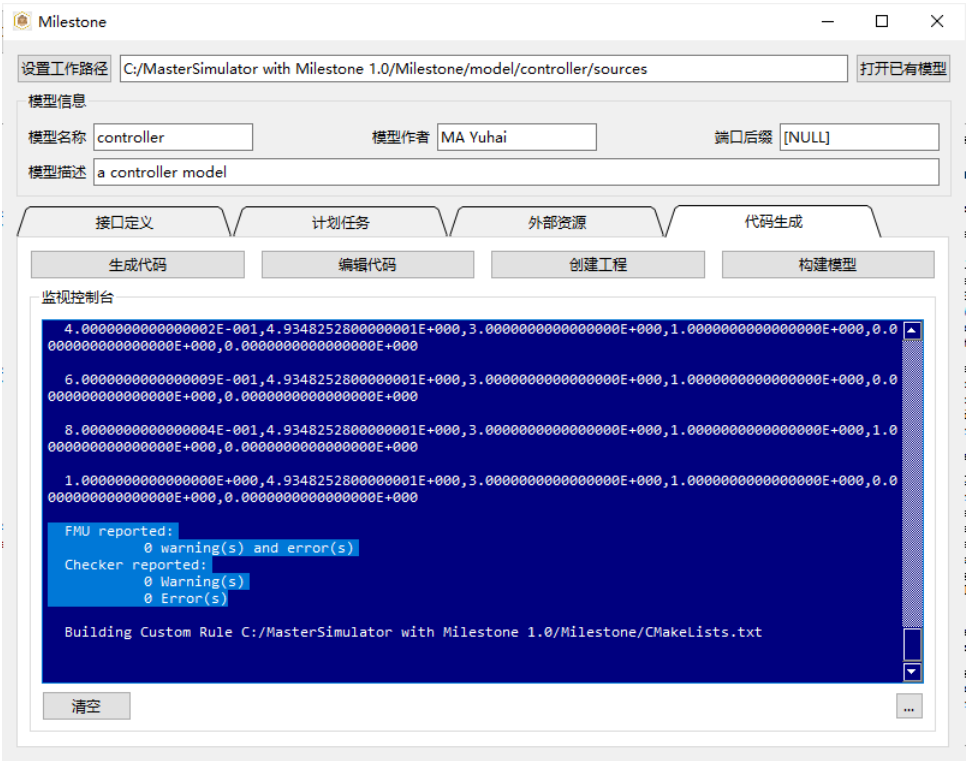

图 4.14: 完成构建，确认测试通过
- 构建完成后将对生成的 FMU 进行零输入测试，给出运行报告，如 图 4.14 。